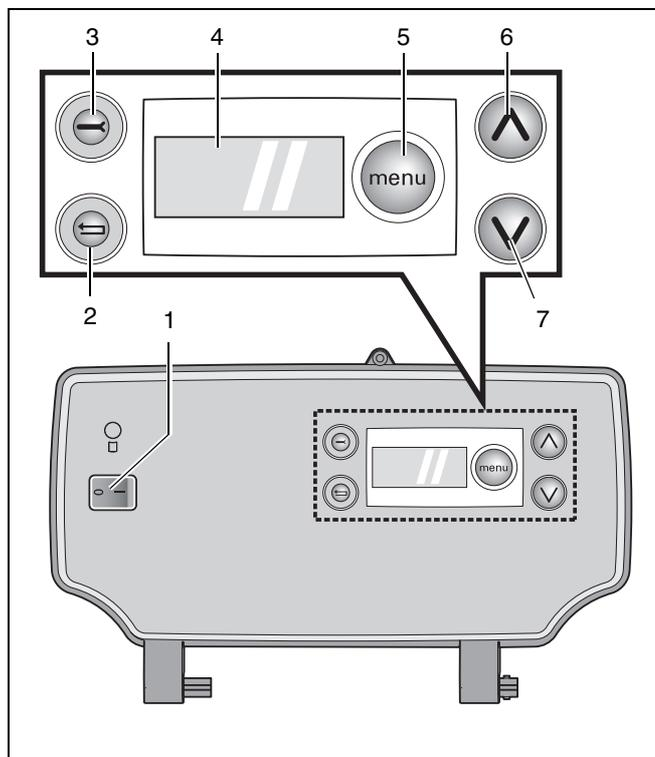
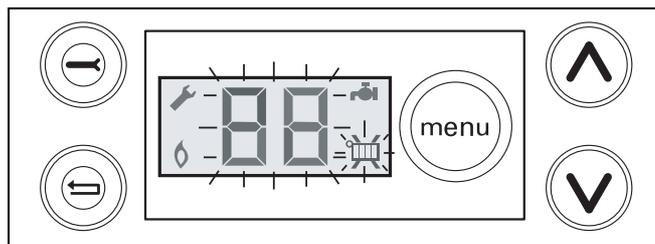

Fig. 22 DBA
Fig. 24 DBA - menu impostazioni
Azionando l'interruttore di rete (fig. 22, pos. 1) è possibile attivare e disattivare l'alimentazione di rete dell'apparecchio.
Se sul display viene visualizzato un codice di guasto lampeggiante, è possibile riavviare l'apparecchio premendo il pulsante Reset  (fig. 22, pos. 2).
Sul display (fig. 22, pos. 4) vengono visualizzate tutte le impostazioni e i codici di errore (fig. 24).
L'impostazione della caldaia può essere visionata sul DBA, usando il tasto Menu , il tasto  e il tasto  (fig. 22, pos. 5, 6 e 7). Vedere menu 3: "Impostazioni" a pagina 22.